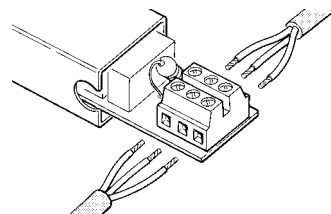

Fig. 5
- 7 Connecter les conducteurs aux bornes en respectant le schéma de la figure 5.